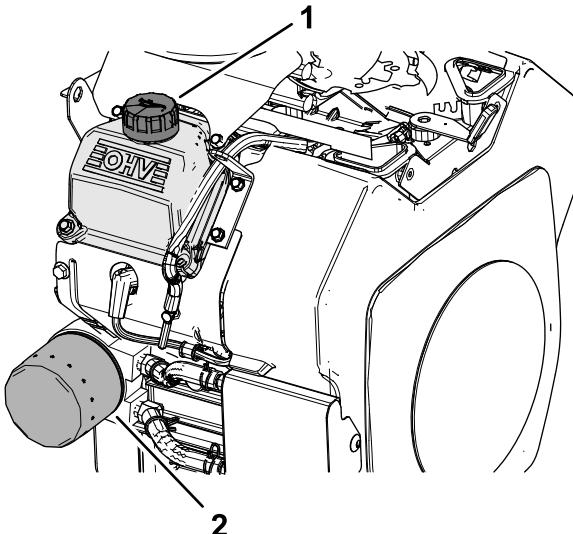

Bild 33
2. Entfernen Sie den Altfilter und wischen die Dichtfläche am Anbaustutzen (**Bild 33**) ab.
3. Ölen Sie die Gummidichtung am Ersatzfilter leicht mit Frischöl ein (**Bild 33**).
5. Entfernen Sie den Öleinfülldeckel (**Bild 33**) und füllen Sie 2 l der angegebenen Ölsorte in den Motor; siehe Motorölsorte \(Seite 30\) und Wechseln des Öls \(Seite 31\).